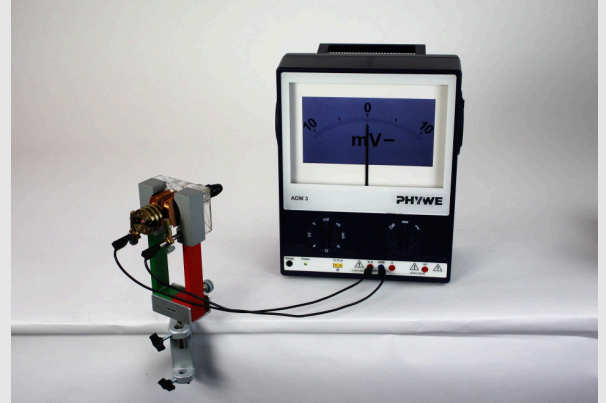

Abb. 1
- Baue den Versuch entsprechend Abb. 1 auf.
- Baue den Versuch nach Abb. 1 auf.